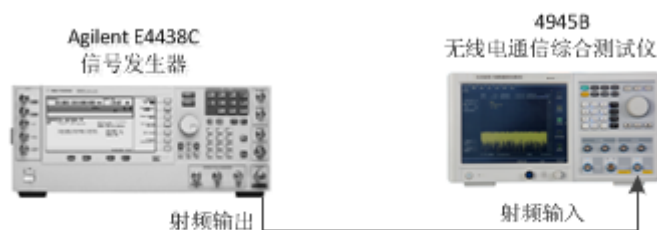

图5.5 射频接收仪器连接示例图
本节主要介绍 4945B/C 无线电通信综合测试仪的射频接收相关操作，在示例中选用了 Agilent E4438C 信号发生器产生射频信号，仪器连接如图 5.5 所示。开机预热 15 分钟后，点击触摸屏上右侧菜单栏的『射频接收』功能选项，将仪器切换到射频接收性能测试模式。
- 1) 如图 5.5 连接仪器;